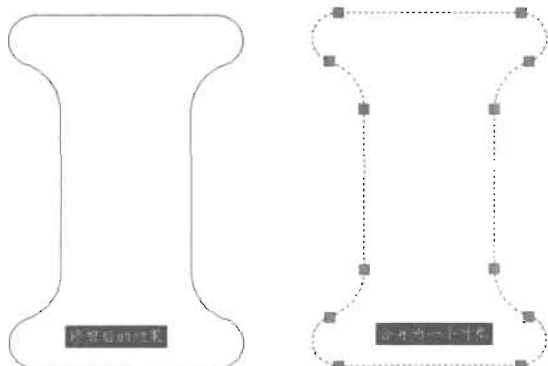

图 14-180
(4) 使用 Trim 命令修剪多余直线和圆弧, 然后使用 Pedit 命令把修剪后的图形编辑为闭合多段线, 或者转换为面域, 这就是曲柄的截面效果, 如图 14-180 所示。